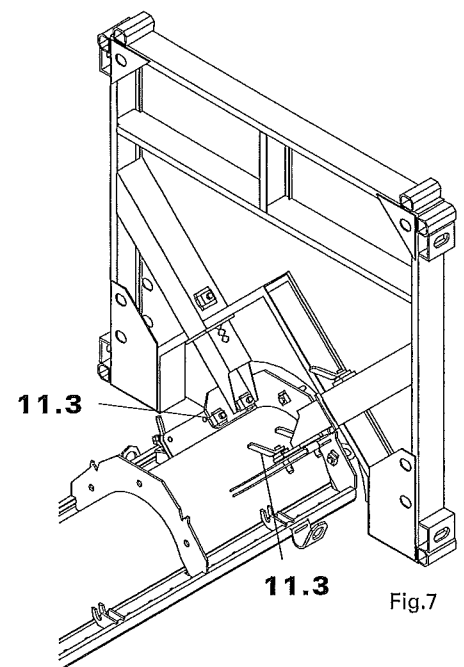

Fig.7
4. Assicurare la piattaforma con i perni **11.3** (fig. 7).